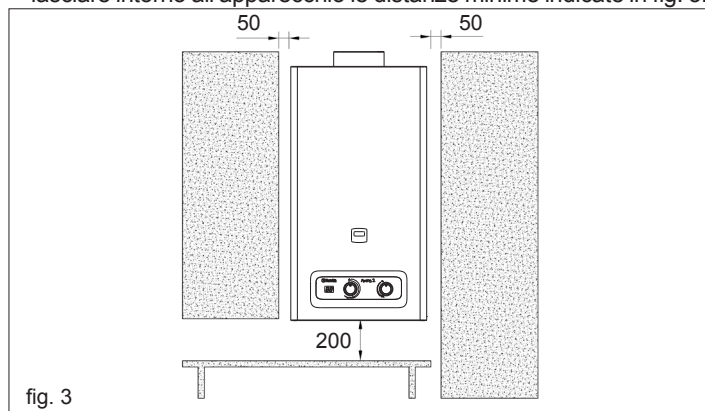

fig. 3
- Per consentire le operazioni di manutenzione è indispensabile lasciare intorno all'apparecchio le distanze minime indicate in fig. 3.
- Lo scaldabagno non deve essere mai chiuso ermeticamente in un mobile o una nicchia ma deve essere previsto un adeguato afflusso d'aria (fig. 3).